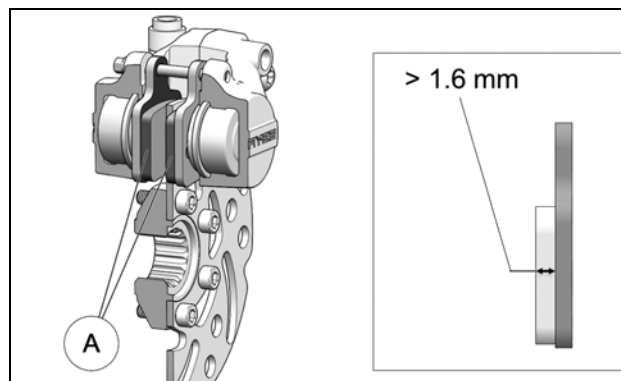

Figure 34
Vérifier l'usure des plaquettes de frein (A). Si l'usure des plaquettes est inférieure à 1.6 mm (1/16 po.), remplacer la pièce. Figure 34.